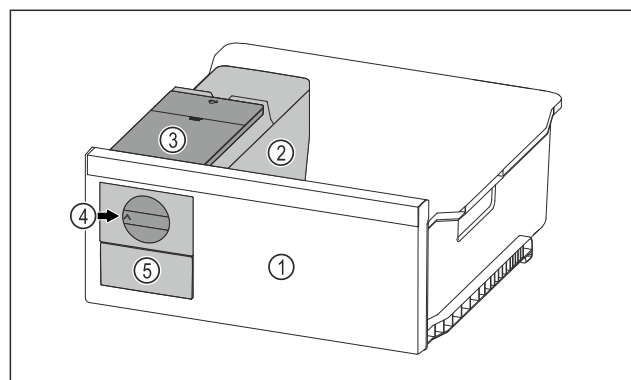

Fig. 84 Przykładowa prezentacja
- ▶ Pokrętko Fig. 84 (4) obrócić zgodnie z ruchem wskazówek zegara.
- ▷ Kostki lodu wypadają do pojemnika na kostki lodu w szufladzie na kostki lodu Fig. 84 (5).